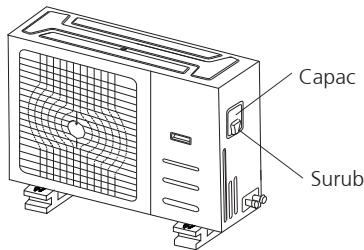

Fig. 8.1
2. Inlaturati capacul unitatii exterioare. In cazul in care unitatea exterioara nu are capac, scoateti suruburile placii de mentenanța si inlaturati capacul de protectie. (vezi Fig 8.1 si 8.2)